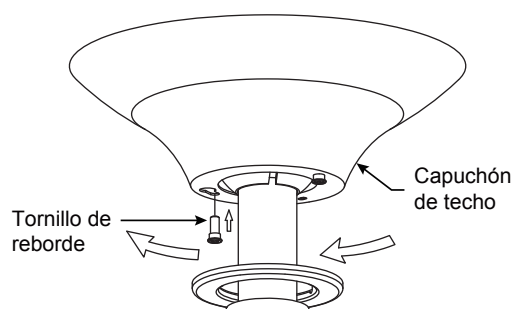

Figura 1
- ☐ 1. Instale la cubierta rotando la ranura clave en la cubierta sobre el tornillo de hombro del soporte del gancho, teniendo cuidado de no pillar los cables. Fije el tornillo de hombro. Instale adecuadamente y fije el segundo tornillo de hombro que fue anteriormente guardado. (Figura 1)
- ☐ 1. Asegure las tres palas usando los tornillos de 1/4"-20 en la placa de las palas a través de los orificios ubicados en la parte inferior del motor. (Figura 1)